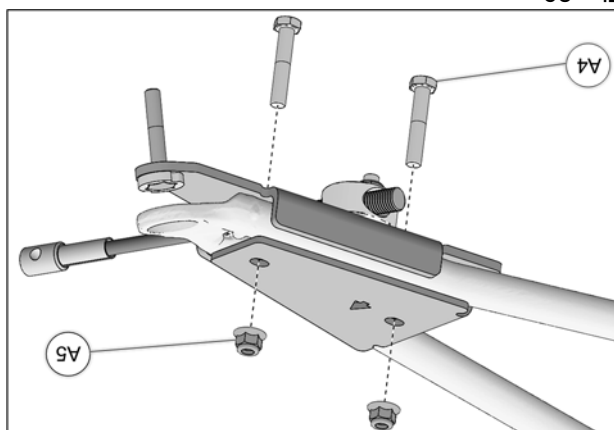

Fig. 23
12. Insérer les boulons M10x55 mm (A3) par le dessous de l'ancrage. Assembler les deux parties avec les écrous (A4) fournis. Serrer l'assemblage à un couple de 50 N•m [37 lb•pi]. Voir la Fig. 23